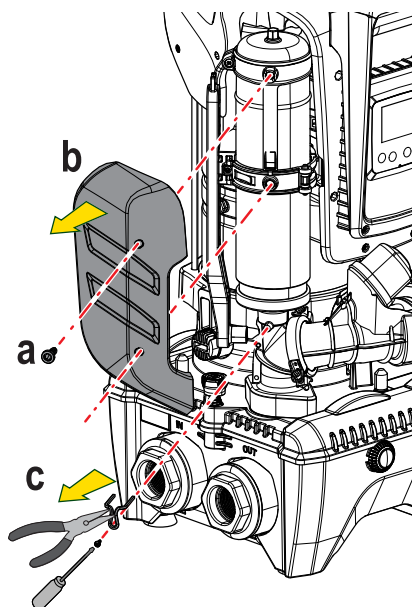

Рисунок 23
- Снимите с помощью отвертки стопорный винт и снимите клещами металлическую вилку (Рис. 23с).